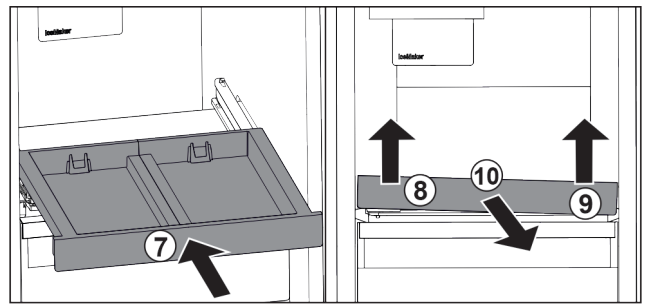

Fig. 125
- ▶ Вставити витяжну панель. Fig. 125 (7)
- ▶ Підняти витяжну панель спереду ліворуч. Fig. 125 (8)
- ▶ Підняти витяжну панель спереду праворуч. Fig. 125 (9)
- ▶ Витяжну панель витягнути вперед. Fig. 125 (10)